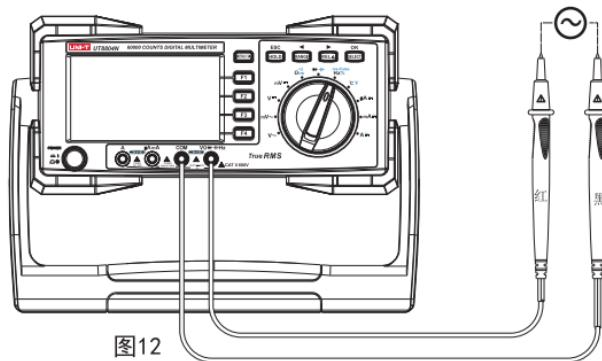

图12
- (1) 将红表笔插入 "V" 插孔, 黑表笔插入 "COM"。
- (2) 将仪表的旋转开关转到 "Hz%" 测量档, 按SELECT键选择频率测量档Hz或占空比%或脉冲宽度ms-Pulse, 如图12, 将表笔并联到待测信号源上。